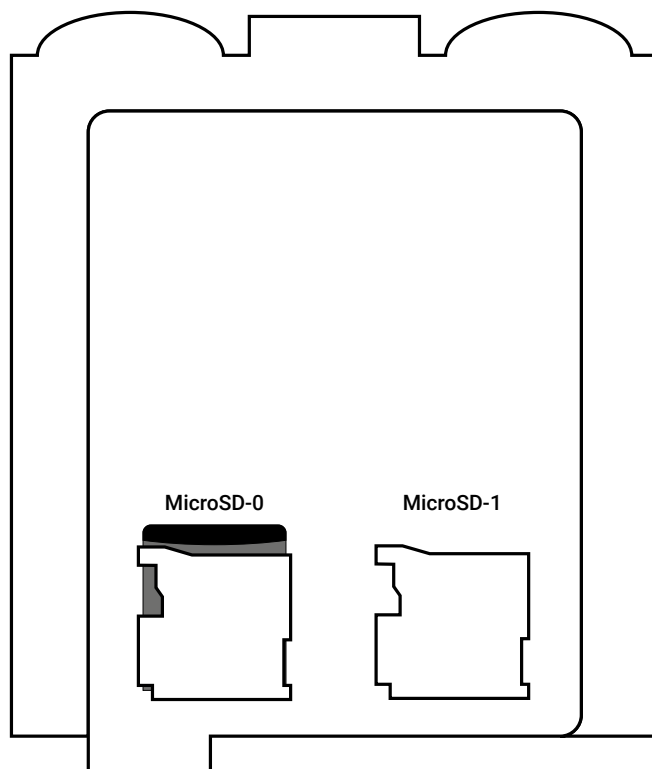

Рисунок 3. Плата прибора
- 3) Подключите прибор к маршрутизатору, роутеру или устройству со службой DHCP. Прибор получает IP-адрес от службы DHCP или использует настройки, указанные в файле «network.json»⁴, записанном на SD-карту, установленную в разъём MicroSD-1 (см. рисунок 3).
10) Для работы прибора в VPN-сети необходимо поместить файл «vpn.json»⁶ с корректными настройками подключения на внешний накопитель, устанавливаемый в разъем MicroSD-1 (см. рисунок 3). Описание файла «vpn.json» приведено в руководстве по эксплуатации.⁷
Для ручной настройки сетевых параметров (IP-адрес, шлюз, маска, DNS) поместите файл «network.json»⁸ на внешний накопитель, устанавливаемый в разъем MicroSD-1 (см. рисунок 3). Перед этим откройте файл любым текстовым редактором (например, Notepad) и введите параметры в соответствии с конфигурацией вашей сети. При необходимости уточняйте параметры сети у вашего системного администратора.